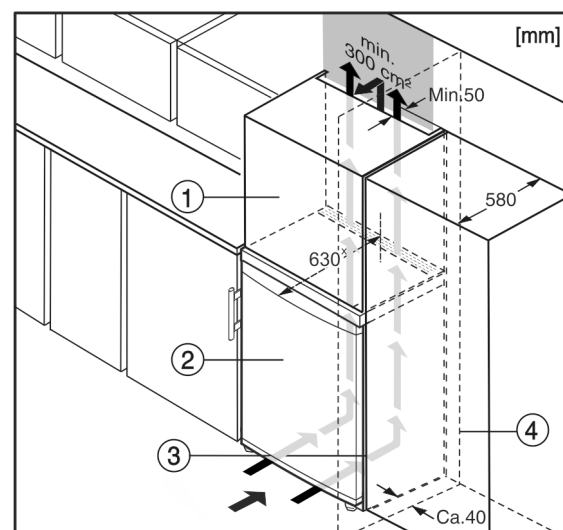

Fig. 10
Het apparaat kan in keukenkasten worden ingebouwd. Om het apparaat *Fig. 10 (2)* aan de hoogte van het keukenblok aan te passen, kan boven het apparaat een opzetkast *Fig. 10 (1)* worden aangebracht.
Bij een ombouw met keukenkasten (diepte max. 580 mm) kan het apparaat direct naast de keukenkast *Fig. 10 (3)* worden geplaatst. Het apparaat staat aan de zijkant 34 mm * en in het midden van het apparaat 50 mm * tegenover de voorkant van de keukenkast.*
Wanneer het apparaat met de scharnieren naast een wand *Fig. 10 (4)* wordt geplaatst, moet de afstand tussen het apparaat en de wand minimaal 40 mm bedragen. Dit komt overeen met de uitsteekmaat van de handgreep bij geopende deur.*